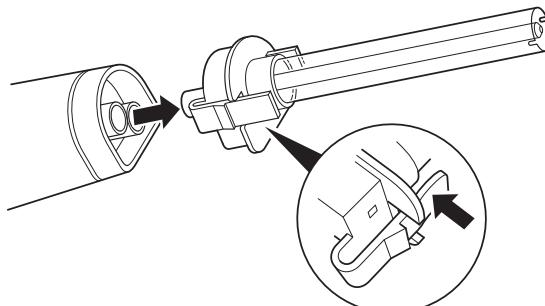

Abbildung 2 – Abnehmen des Spitzenaufsatzes
- Den Verriegelungsmechanismus am Spitzenaufsatzz drücken und den Spitzenaufsatzz vom Handstück abnehmen (Abbildung 2).